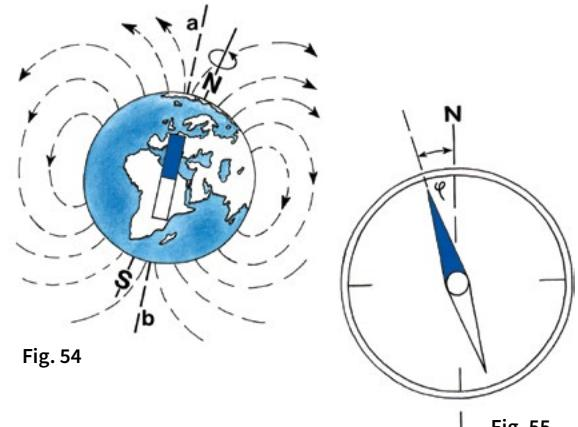

Fig. 54
La figure 54 montre la terre avec ses lignes de force magnétiques. La ligne droite Nord (N) - Sud (S) représente l'axe géographique de la terre. Comme la terre aussi influence l'aiguille aimantée, nous pouvons en conclure qu'elle constitue un formidable aimant qui a son pôle Sud dans les environs du pôle Nord géographique et son pôle Nord dans les environs du pôle Sud géographique. Le champ magnétique entoure toute la terre. L'aiguille aimantée se place toujours en suivant les lignes de force de ce champ magnétique qui va du Nord au Sud.
Les deux pôles de l'aiguille aimantée ne coïncident pas exactement avec les pôles géographiques. L'aiguille aimantée n'indique pas exactement le Nord, elle s'en écarte légèrement. La ligne droite a-b (voir fig.54) est appelé : le méridien magnétique. L'angle entre le méridien magnétique (a-b) et le méridien géographique (N-S) est appelé : la déclinaison magnétique. A la suite de mesures prises pendant de longues années, on a constaté que cette déclinaison n'était pas la même dans toutes les parties du globe et même qu'elle ne restait pas constante en un point déterminé.